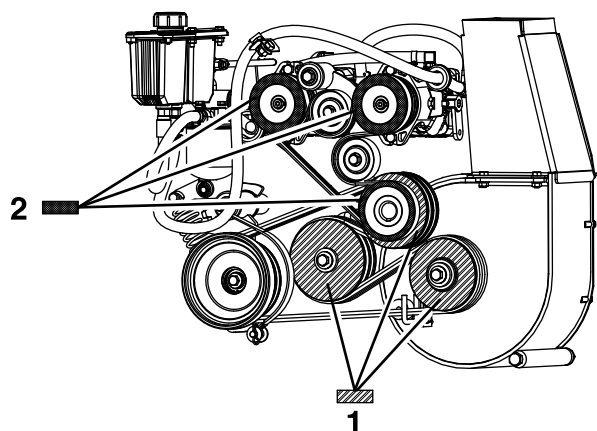

Figure 64
8. Mesurez la poulie de ventilateur pour obtenir une mesure de base, et déplacez le moteur et l'arbre intermédiaire jusqu'à ce que la surface arrière des trois poulies soit alignée à 0,8 à 1,6 mm près (Figure 64).
4. Utilisez une règle pour aligner chaque poulie de pompe sur la poulie du moteur, en la faisant glisser sur l'arbre d'entraînement de la pompe (Figure 64).